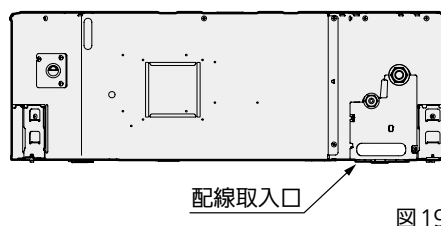

図19
- 配線取入口は、ユニット本体側面の冷媒配管側の下部にあります。(図19)また、電装ボックスは本体下面吸込口面にあります。(図20)